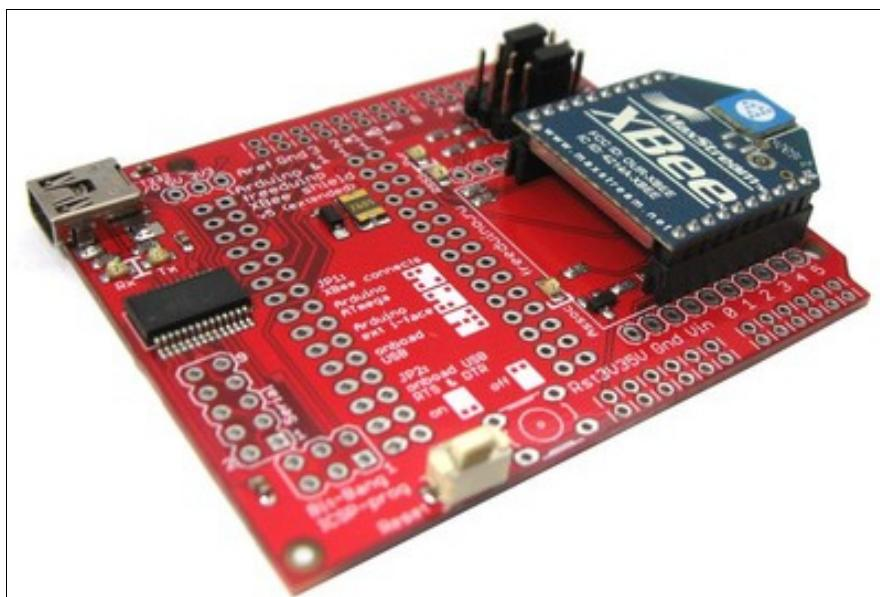

Рис. 3.3. XBee Shield
- **XBee Shield** (рис. 3.3) — обеспечивает при помощи модуля Maxstream XBee Zigbee беспроводную связь нескольким устройствам Arduino;